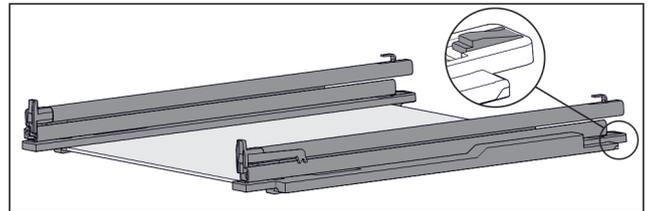

Fig. 109 Glasplatte mit Schienen und Halteteilen
- ▶ Halteteil hinten herunterdrücken (siehe Fig. 109) und gleichzeitig Schiene nach hinten schieben.